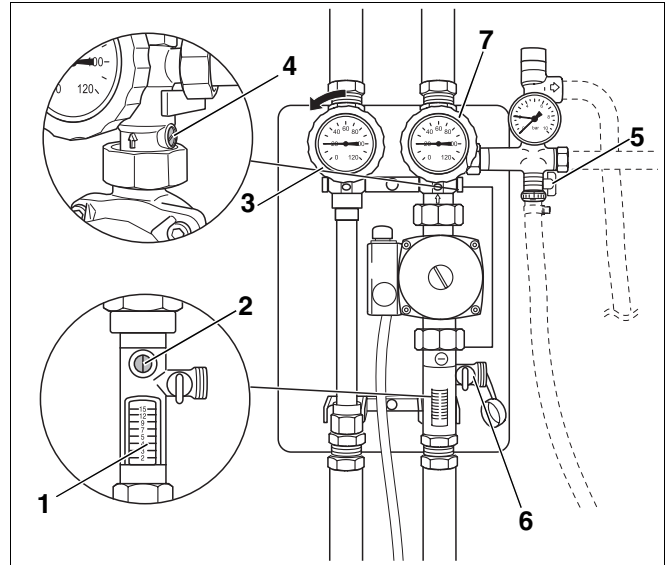

Fig. 13 Preparar a lavagem e o enchimento
- ▶ Ligue as tubagens de lavagem à torneira E/D do grupo de segurança (Fig. 13, **Item 5**) e à torneira E/D do limitador de caudal (Fig. 13, **Item 6**).
- ▶ Rode a fenda do parafuso de ajuste (Fig. 13, **Item 4**) no retorno para a posição vertical, para abrir o travão antigravidade.
- ▶ Rode a torneira de esfera esquerda com termómetro integrado na impulsão (Fig. 13, **Item 3**) no sentido da seta (posição de 45 °), para abrir o travão antigravidade.
- ▶ Certifique-se de que a torneira de esfera direita com termómetro integrado do retorno (Fig. 13, **Item 7**) está aberta. O ponto sobre o termómetro deve ficar em cima.
- ▶ Rode a fenda do parafuso de ajuste (Fig. 13, **Item 2**) para a posição vertical, para abrir o limitador de caudal (Fig. 13, **Item 1**).
- ▶ Após uma curta lavagem da bomba de circulação, feche a torneira de esfera direita com termómetro integrado do retorno (Fig. 13, **Item 7**, Página 19 rodar para a esquerda), para lavar as tubagens no sentido de fluxo da bomba de circulação.
- ▶ Feche a torneira E/D no limitador de caudal (Fig. 13, **Item 6**, Página 19) e abra a torneira de esfera com termómetro integrado no retorno (Fig. 13, **Item 7**, Página 19). O ponto sobre o termómetro deve ficar em cima.
- ▶ Rode a torneira de esfera esquerda com termómetro integrado (Fig. 13, **Item 3**) na impulsão no sentido da seta até ao encosto, para fechar o travão antigravidade.